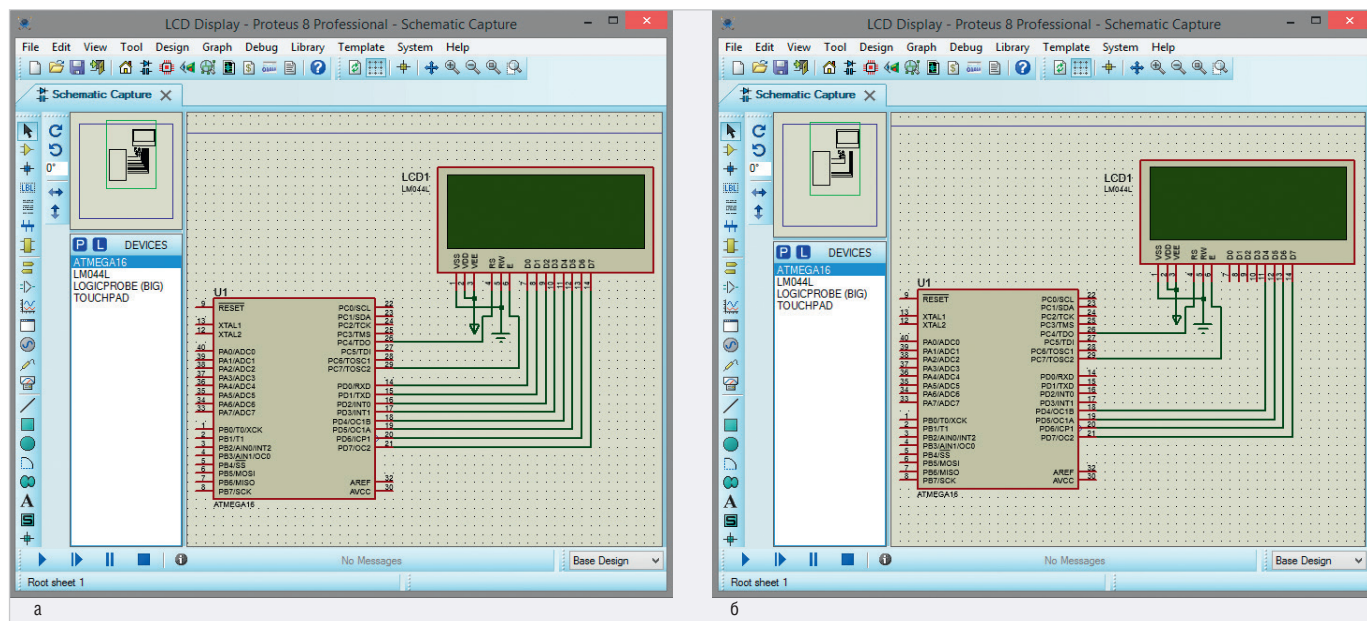
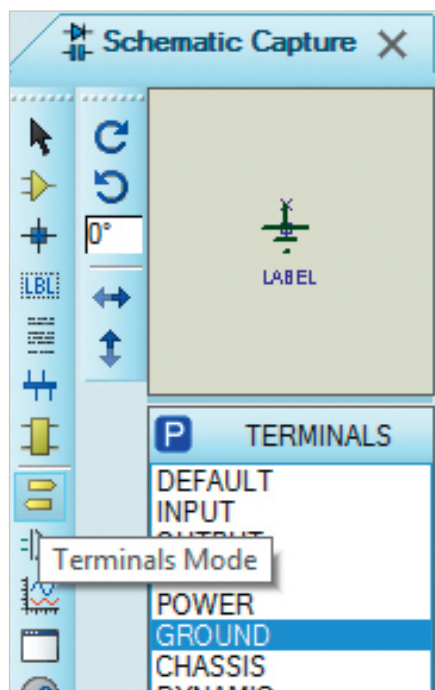

Рис. 2. Сопряжение микроконтроллера ATmega16 с буквенно-цифровым дисплеем LM044L, работающим в: (а) 8-разрядном и (б) 4-разрядном режиме
Рис. 3. Открытие при помощи кнопки Terminals Mode панели TERMINALS и выбор символа «земли»
команд (D0...D7), вывод выбора операции чтения/записи (RW), вывод выбора регистра данных/команд (RS) и вывод синхронизации (E). Подсоединим выводы модуля дисплея D0...D7 к выводам PD0...PD7 порта PD (для работы в 8-разрядном режиме), а выводы RS и E к выводам PC4 и PC7 порта PC микроконтроллера ATmega16 так, как показано на рис. 2а. Для работы в 4-разрядном режиме выводы модуля дисплея D4...D7 подсоединяют к выводам PD4...PD7 порта PD (рис. 2б). Вывод RW подключим к «земле», так как в нашей системе будет выполняться только запись информации в микросхему LM044L. Выводы Vss и Vdd подключим к «земле» и напряжению +5 В соответственно. На вывод Vee подаётся напряжение контрастности (от 0 до +5 В). На практике этот вывод подключается к питанию через подстроечный резистор, который позволяет плавно регулировать контрастность отображения символов на дисплее. Символы «земли» и питания добавляют в схему, выбрав на панели TERMINALS строки GROUND и POWER (рис. 3). Панель открывают нажатием кнопки Terminals Mode на левой панели схемного редактора.